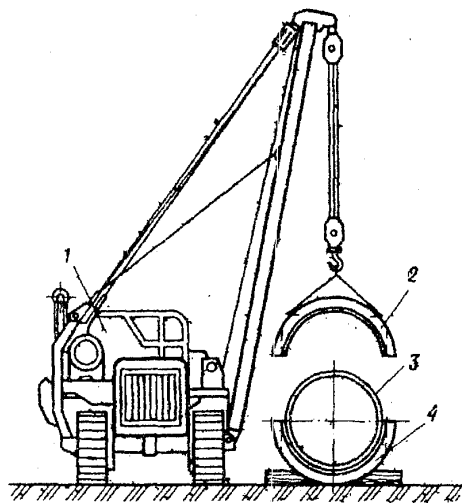

Рис. 13. Установка грузов на трубопровод
1.66.73. Нормами с Н-66-02-016-01 по Н-66-02-016-03 предусмотрена установка на трубопроводы балластных кольцевых, чугунных и железобетонных грузов массой 150 - 1100 кг, состоящих из двух половинок, скрепляемых четырьмя болтами (рис. 13).